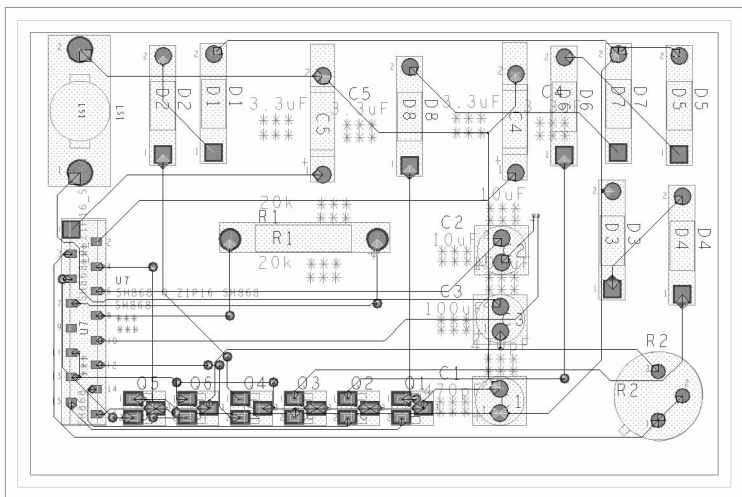

图 12-101 补泪滴
2) 单击 **Gloss** 按钮，为对象添加泪滴，结果如图 12-101 所示。